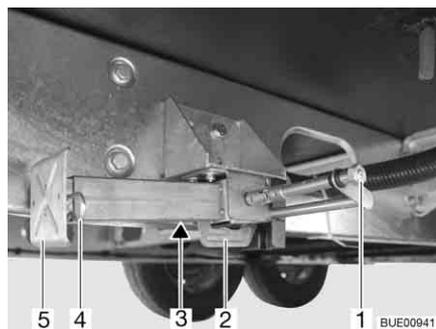

Bild 21 Hubstütze
- Am Sechskant (Bild 21,1) den Steckschlüssel aufstecken und drehen, bis die Hubstütze senkrecht nach unten steht.
- Wenn die Länge der Hubstütze verstellbar ist, den Splint (Bild 21,4) aus der Stützfußverlängerung (Bild 21,5) herausziehen.
- Am Sechskant (Bild 21,1) den Steckschlüssel aufstecken und drehen, bis die Hubstütze wieder vom Boden frei ist.
- Stützfußverlängerung (Bild 21,5) ganz einschieben und Splint (Bild 21,4) in die vorgesehene Bohrung an der Stützfußverlängerung stecken.
- Am Sechskant (Bild 21,1) drehen, bis die Hubstütze nach oben geschwenkt ist und die Führung (Bild 21,2) ganz am Ende des Schlitzes (Bild 21,3) ansteht.